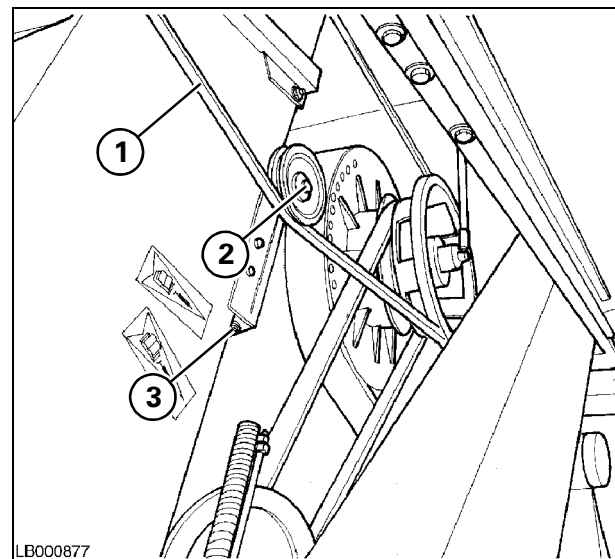

Рис. 25
22.) КОНТРПРИВОД ВРАЩАЮЩЕГОСЯ ПЫЛЕСБОРНИКА - Рис. 25